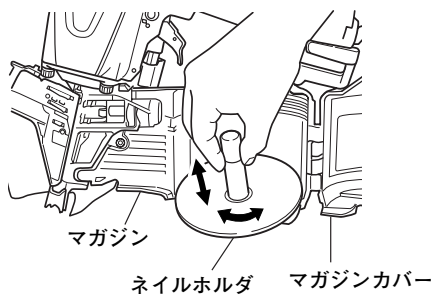

図 8
- 使用する釘の長さに合わせてネイルホルダの高さ位置を調整します。(図8)